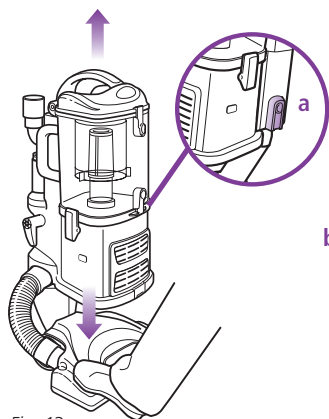

Fig. 13
- 1 Séparez le corps de l'aspirateur portatif *Lift-Away*^{MC} de la brosse à plancher en enfonçant le bouton de dégagement rouge (a) sur le côté de l'appareil. Maintenez la brosse sur le plancher avec votre pied et tirez le corps de l'aspirateur vers le haut. (Fig. 13)